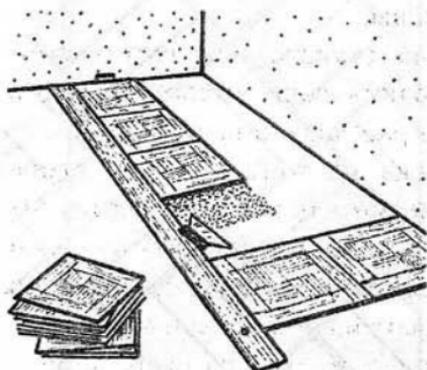

Рис. 71. Укладка второго ряда щитов мозаичного паркета
- сначала укладывают на клей второй ряд щитов (рис. 71);